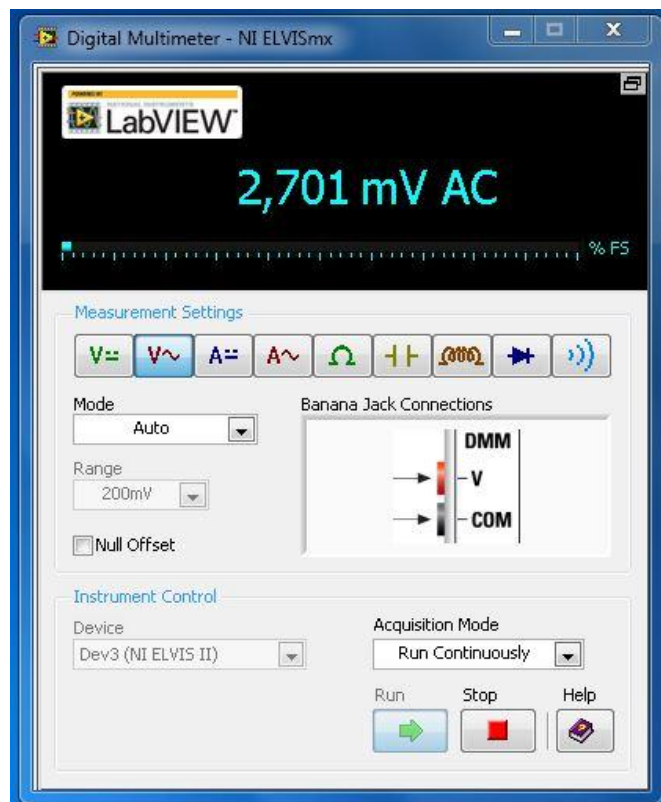

Рисунок 16 – Панель управления цифровым мультиметром
Для проведения измерений нужно лишь выбрать переменное напряжение и нажать кнопку «Run» (рисунок 16).
14. Последовательный колебательный контур перестраивается конденсатором переменной емкости C_{Π} (рис.16). Определите пределы изменения резонансной частоты, если $L = 1$ мГн, $C_0 = 70$ пФ, $C_{\Pi} = 20 \dots 500$ пФ.